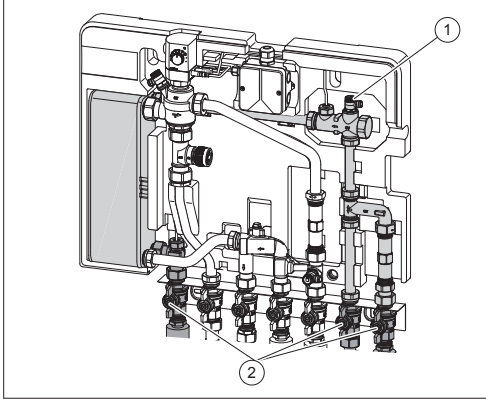

Fig. 3: Démontage / montage du capteur de débit
- Fermer les 3 robinets à tournant sphérique marqués (voir Fig. 3 (2)) du bloc de raccordement avec robinets à tournant sphérique.
- Ouvrir le purgeur d'air (voir Fig. 3 (1)) au capteur de débit pour mettre la conduite hors pression.